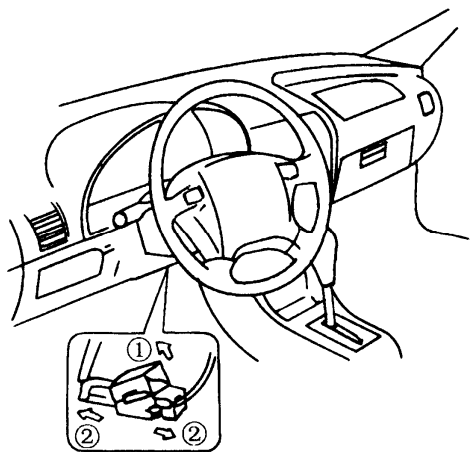

图 10-31 拆下黄色连接器
- (1) 转动转向盘，使车轮指向正前方。
- (2) 将点火开关置于 LOCK 位置，并取下钥匙。
- (3) 从安全气囊熔丝盒中取下安全气囊熔丝。
- (4) 对于驾驶员侧安全气囊，拆下转向柱底座上气囊模块的黄色连接器见图 10-31。